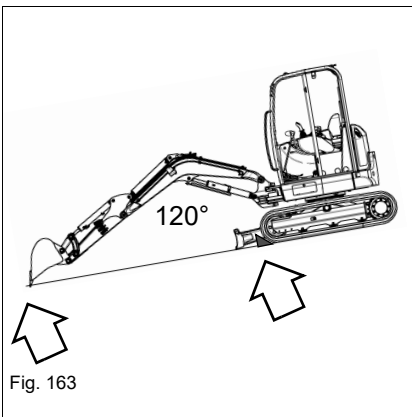

Fig. 163
- Placer des cales pour empêcher que la machine se déplace (voir la Fig. 163).